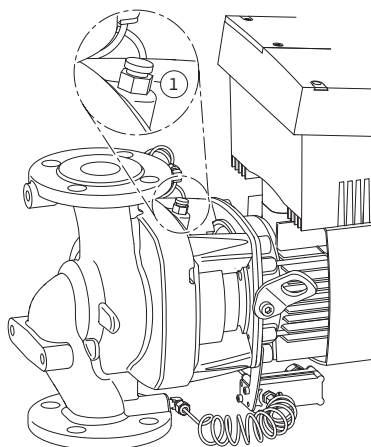

Fig. 51: Odzračevalni ventil
6. Črpalko tlačno razbremenite tako, da odvijete odzračevalni ventil (Fig. 51, poz. 1).